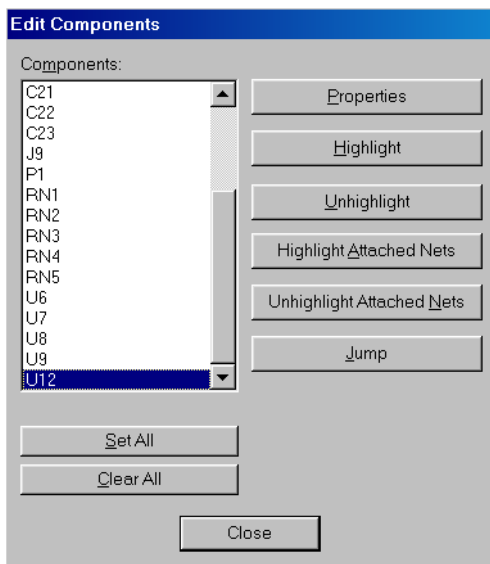

Рис. 9-20. Выбор компонента из списка
2) На появившейся панели **Edit Components** (см. рис. 9-20) в окне со списком найдите и выберите компонент U12.